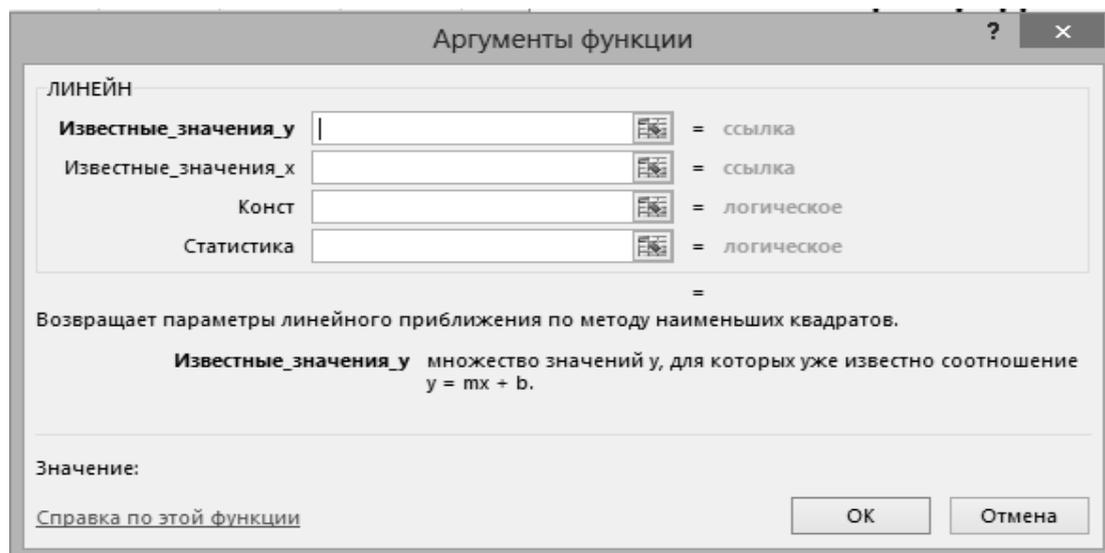

Рисунок 4.2 – Вид окна функции ЛИНЕЙН
2) функцию ЛИНЕЙН. Для получения параметра (b) вызывается функция и заполняются необходимые поля (рисунок 4.2).